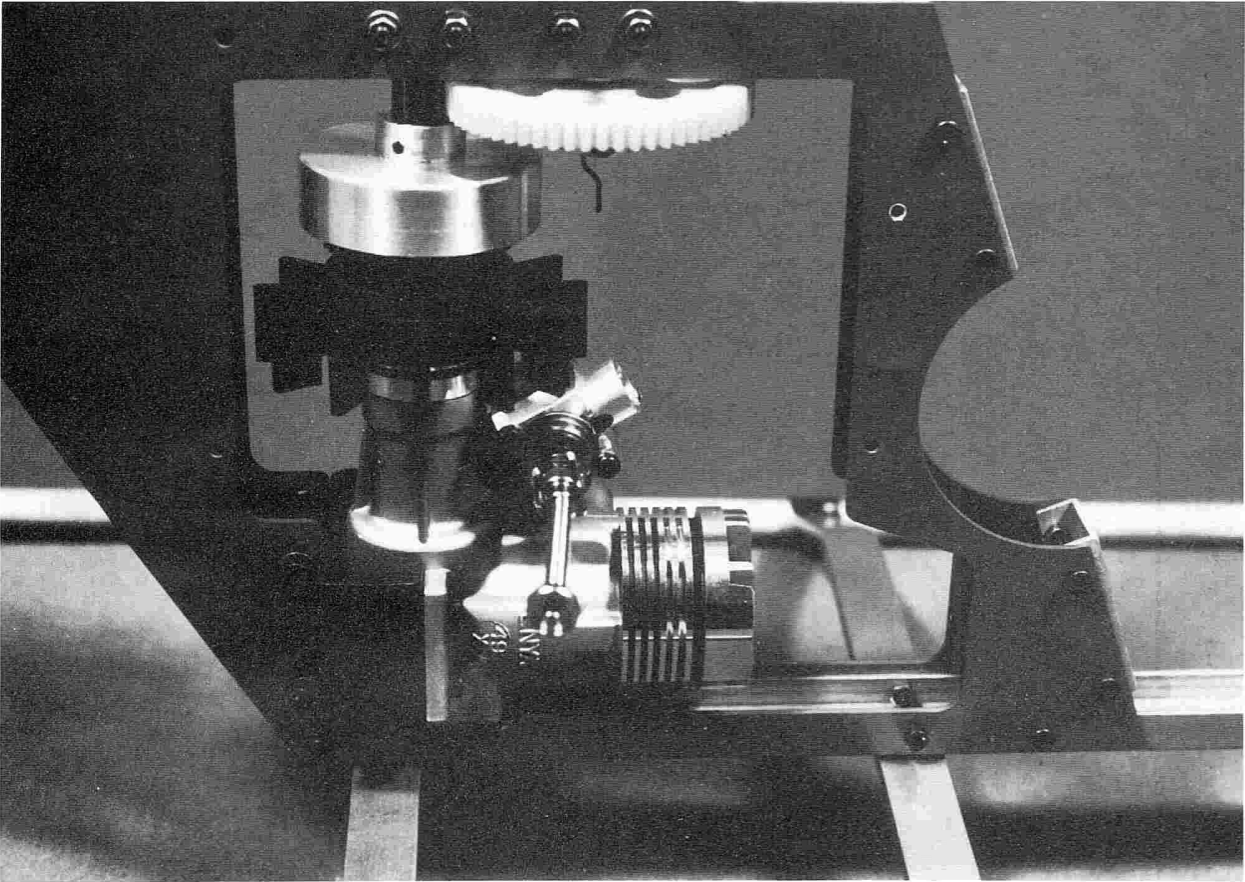

Abb. 5 Montierte Antriebseinheit
**Die Hauptrotorwelle muß senkrecht zum U-Profil (104) stehen, die Motoreinheit muß parallel zur Hauptwelle verlaufen, und das Zahnrad leicht und spielfrei bewegen lassen.**
**Die Befestigungsschrauben gut festziehen (Abb. 5).**